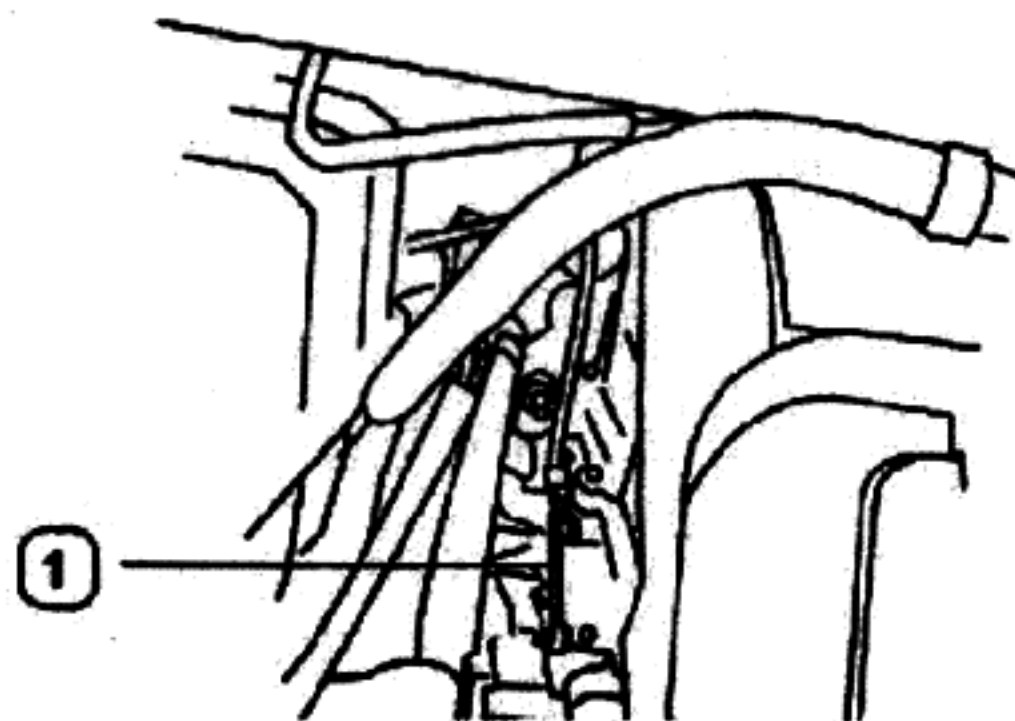

图 6-15
- 拆下装在前蒸发器/控制总成如图 6-15 上水阀拉丝 1